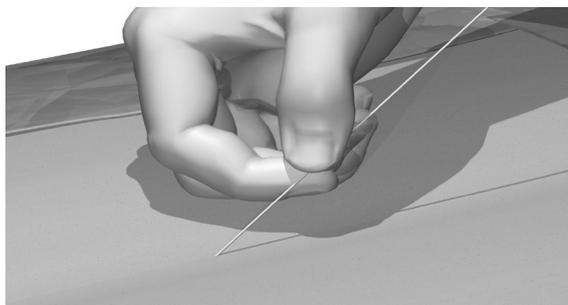

Figure 27. Retirer la sonde
2. Retirez la ou les sondes et mettez-les au rebut (voir Figure 27).